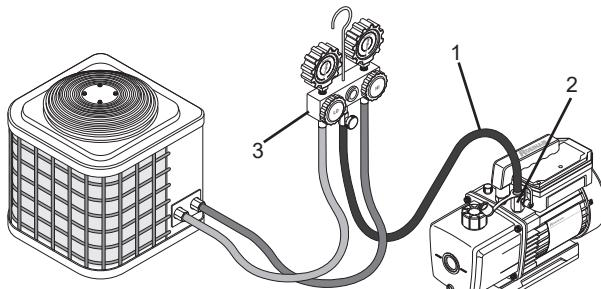

Figura 6
3. Conecte una manguera de servicio de refrigeración (1) a la entrada de la bomba de vacío (2) y el juego de manómetros (3) (*consulte Figura 6*).
- Conecte las mangueras de servicio del lado alto y del lado bajo a los respectivos puertos de servicio del sistema A/C-R (*consulte Figura 6*).
1. Cierre la o las válvulas del colector entre la bomba y el sistema (*consulte Figura 6*).
2. Quite la manguera de la entrada de la bomba (2) (*consulte Figura 6*).
4. Tape el puerto de entrada para evitar que entre contaminación o partículas sueltas en el puerto (2) (*consulte Figura 6*).